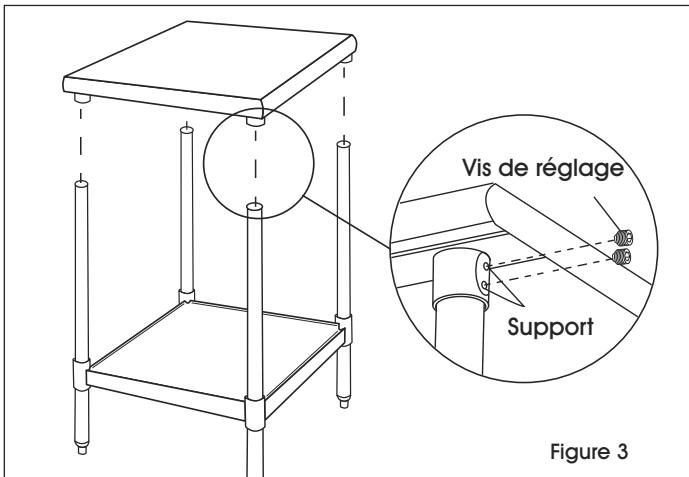

Figure 3
3. Placez la table à la verticale et installez la surface de table sur les pieds tout en les insérant dans les supports de la surface. À l'aide de la clé Allen de 5/32 po, serrez les vis se trouvant sur chaque support. (Voir Figure 3)